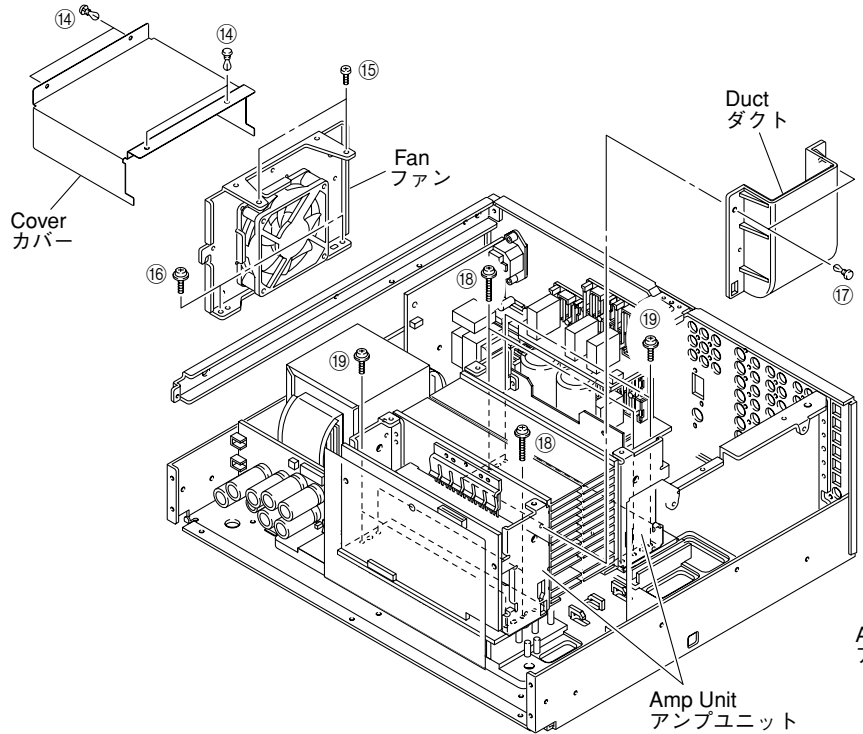

Fig. 6
- a. Remove 4 push rivets (14) and then remove the Cover. (Fig. 6)
- b. Remove 2 screws (15) and 2 screws (16). (Fig. 6)
- c. Remove the Fan together with the frame by lifting them up. (Fig. 6)
- a. Remove 2 push rivets (17) and then remove the Duct. (Fig. 6)
- b. Remove 4 screws (18) and 4 screws (19). (Fig. 6)
- c. Remove the Amp Unit. (Fig. 6)
- a. ⑭のプッシュリベット4本を外し、カバーを外します。(Fig. 6)
- b. ⑮のネジ2本、⑯のネジ2本を外します。(Fig. 6)
- c. ファンをフレームといっしょに上方に取り外します。(Fig. 6)
- a. ⑰のプッシュリベット2本を外し、ダクトを外します。(Fig. 6)
- b. ⑱のネジ4本、⑲のネジ4本を外します。(Fig. 6)
- f. アンプユニットを取り外します。(Fig. 6)